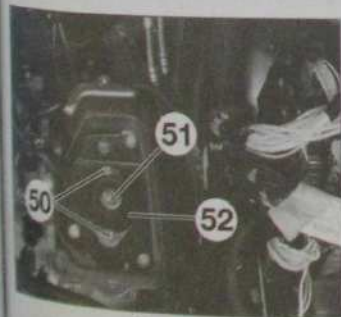

Fig. 90
- les vis de fixation (50) de la cale élastique du support de boîte de vitesses (Fig. 90),
- l'écrou de l'axe du support de boîte de vitesses (51),
- la cale élastique (52).